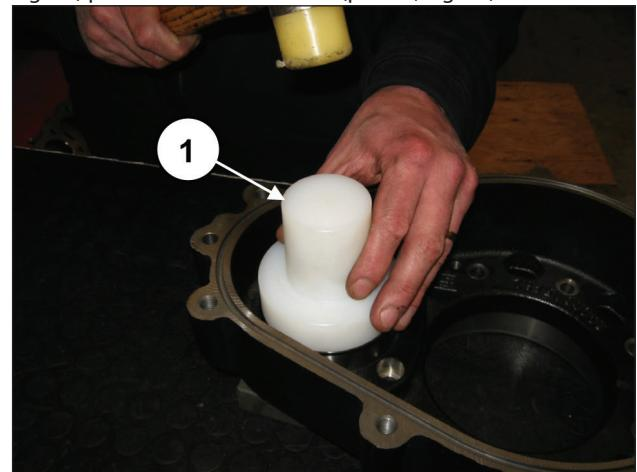
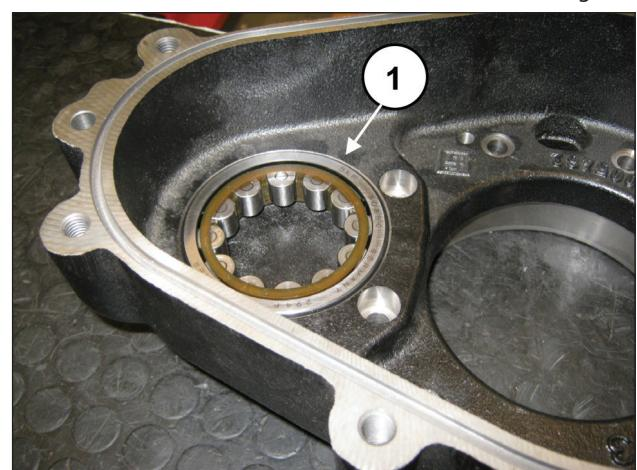

Fig. 53
Fig. 54
Premontar la anilla externa del cojinete del piñón en la caja del reduedor utilizando la herramienta cód. 27604900, (pos. ①, Fig. 53) para introducirla a fondo (pos. ①, Fig. 54).